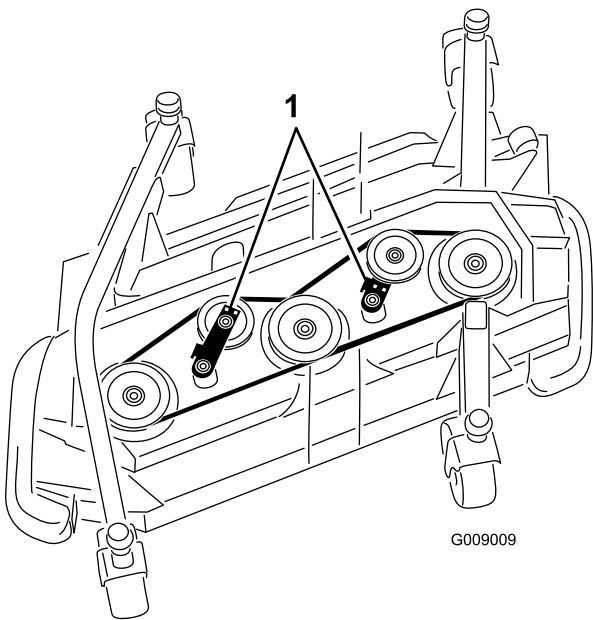

Figure 84
3. À l'aide d'une clé à cliquet ou d'un outil similaire, éloignez les poulies de tension (Figure 84) de la courroie d'entraînement pour détendre cette dernière et pouvoir la déchausser des poulies.